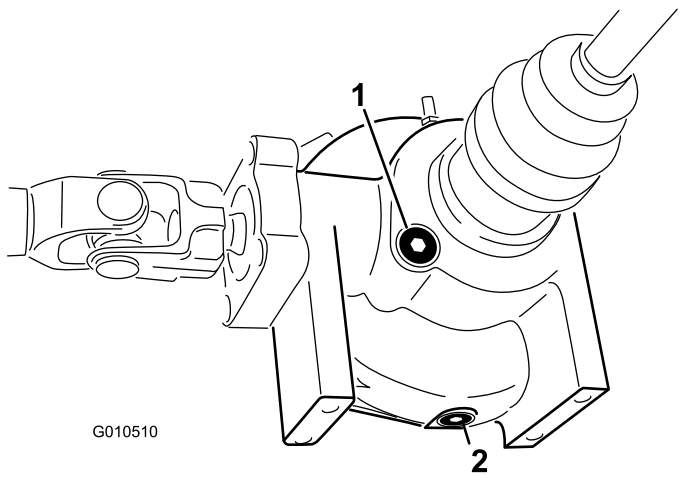

Bild 21
2. Reinigen Sie den Bereich um die Füll-/Prüfschraube seitlich am Differenzial (Bild 21).